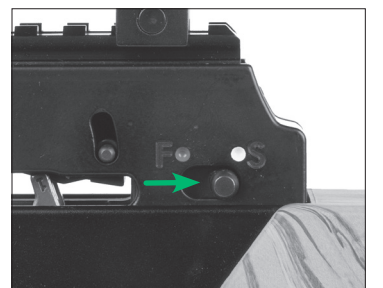

FIGURA 17
Antes de cargar una flecha, asegúrese de que el seguro esté activado. Cuando el seguro está activado, el interruptor del seguro estará bajo la posición (S)AFE (Seguro activado) y el punto blanco (Figura 17).
Para activar manualmente el seguro, deslice el interruptor del seguro (Parte 20) hacia atrás hasta que oiga y sienta que encaja en su lugar. Confirme que el interruptor del seguro se ha movido desde debajo de la posición (F)IRE (Fuego) y el punto rojo a debajo de la posición (S)AFE (Seguro activado) y el punto blanco, como se ilustra en la Figura 17.